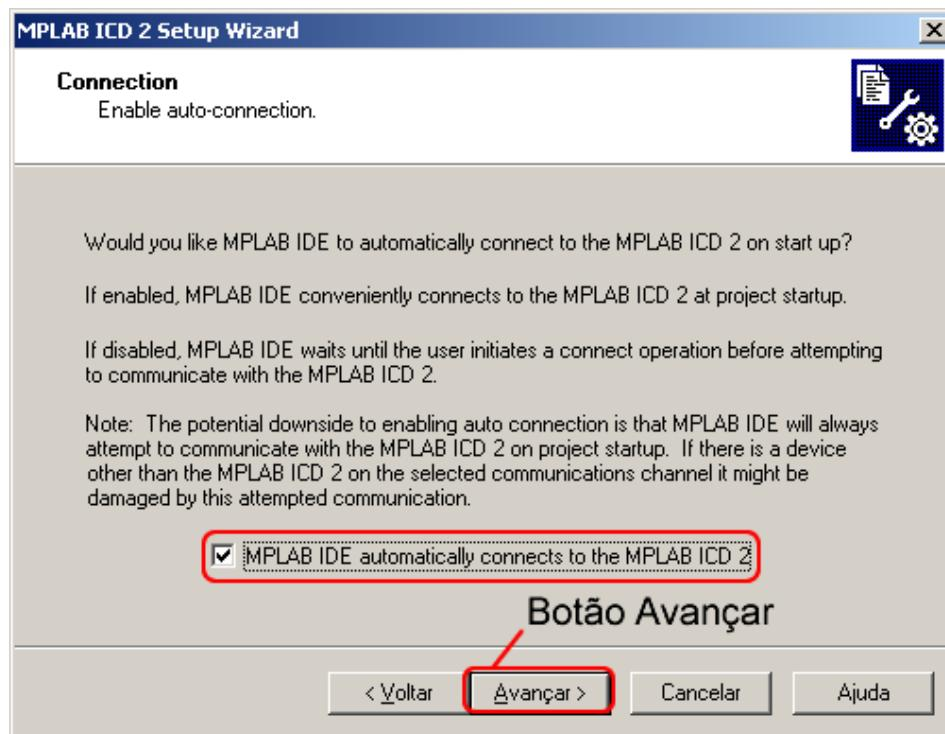

Figura 3.50 - Janela de Conexão.
- 7) Na janela seguinte, **Connection**, marque a opção “**MPLAB IDE automatically connects to the MPLAB ICD2**”, e clique em “**Avançar**” (ver Figura 3.50).